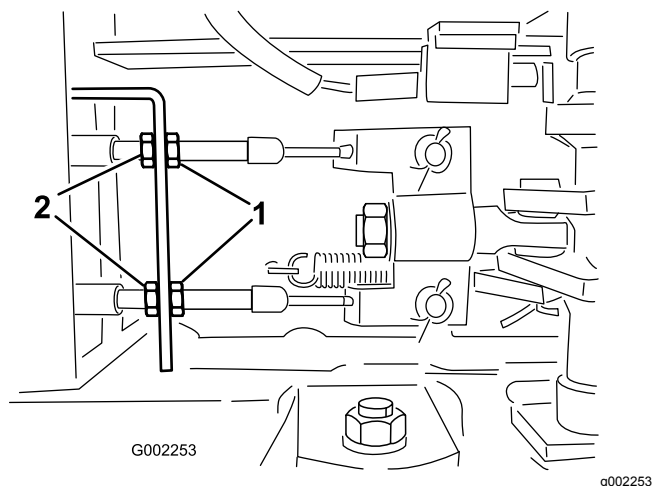

Figura 92
5. Allentate i controdadi anteriori sui cavi del freno sotto l'estremità anteriore dell'irroratrice (Figura 92).
6. Serrate i controdadi posteriori allo stesso modo fino a quando il pedale del freno non si sposta di 1 a 2 cm, prima di avvertire resistenza (Figura 92).